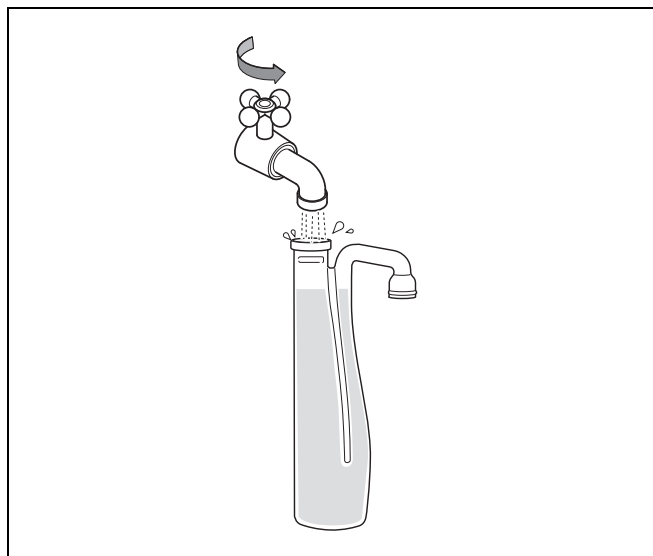

Рис. 16 Заполнение сифона водой
- Заполнить сифон (входит в объем поставки отопительного котла) водой (рис. 16).